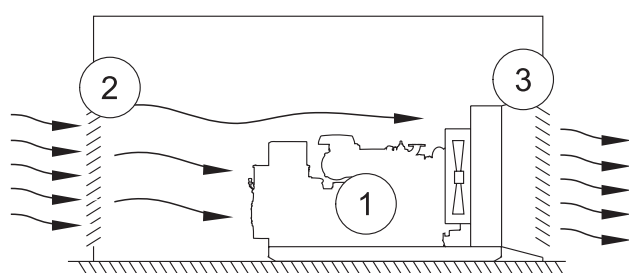
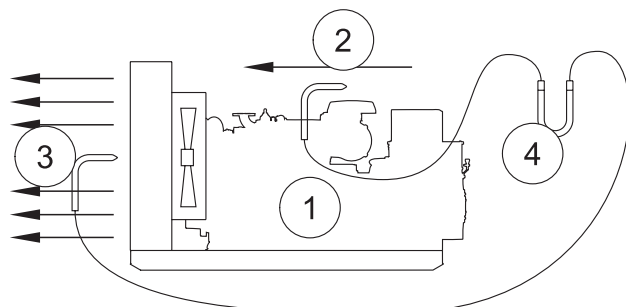
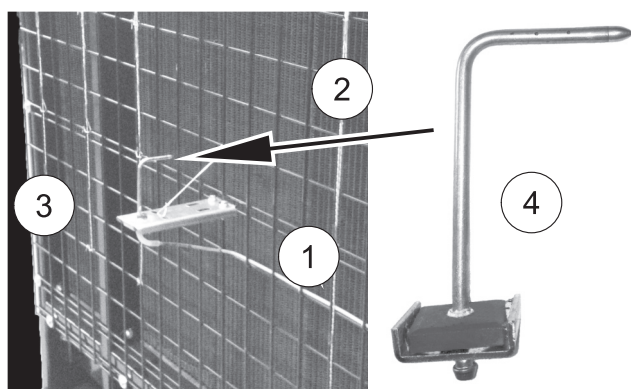

Figure 43
Figure 44
Figure 45
La Figure 43 présente le circuit d'air de refroidissement. Bien que les détails précis de l'agencement doivent varier d'une installation à l'autre, le circuit d'air de base reste le même. Le groupe électrogène marin utilise un ventilateur soufflant qui aspire l'air de refroidissement à l'entrée (Figure 44, repère 2) sur le générateur et le moteur (1), puis le pousse à travers le radiateur et le refroidisseur d'air de suralimentation. Généralement, l'échappement du radiateur et du refroidisseur d'air de suralimentation quitte le compartiment moteur par un évent vers l'extérieur (3). L'air refroidi pénètre dans le compartiment moteur depuis l'extérieur par une autre série d'évents.
Le circuit de refroidissement du radiateur est conçu pour fonctionner avec une pression maximale de 127 Pa. La pression est mesurée d'un point situé devant le ventilateur (généralement sur la longueur du moteur) à un point situé directement devant la sortie du radiateur (Figure 44, repère 3 et Figure 45). De cette manière, la pression totale sur le groupe de refroidissement (2) est mesurée, y compris les restrictions rencontrées lors de l'aspiration de l'air dans le moteur et les restrictions rencontrées lors de la sortie de l'air du compartiment moteur. Lors de la conception de la ventilation du compartiment moteur, il convient de viser une restriction de pression de 63,5 Pa, bien qu'une valeur inférieure soit préférable.
Pour mesurer la restriction des conduits d'une installation, des tubes de pression statique sont nécessaires. L'utilisation de toute autre méthode risque de donner des résultats erronés. Un manomètre d'eau (4) est normalement suffisant pour mesurer la pression. Le tube statique doit être disposé parallèlement au flux d'air. Un fil fin sur un bâton constitue un outil utile pour identifier la direction du flux d'air au-dessus du moteur. (Veillez à le maintenir éloigné des pièces en rotation, notamment le ventilateur). Les Figures 44 et 45 illustrent les emplacements type des tubes statiques utilisés pour relever la pression.